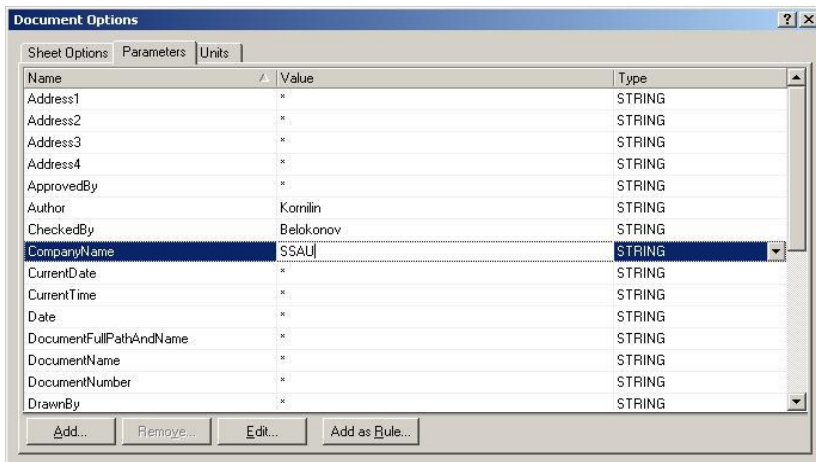

Рис. 6. Заполнение полей основного штампа проекта
5. Заполнение полей в основном штампе проекта: **Design/Document options** (рис. 6).